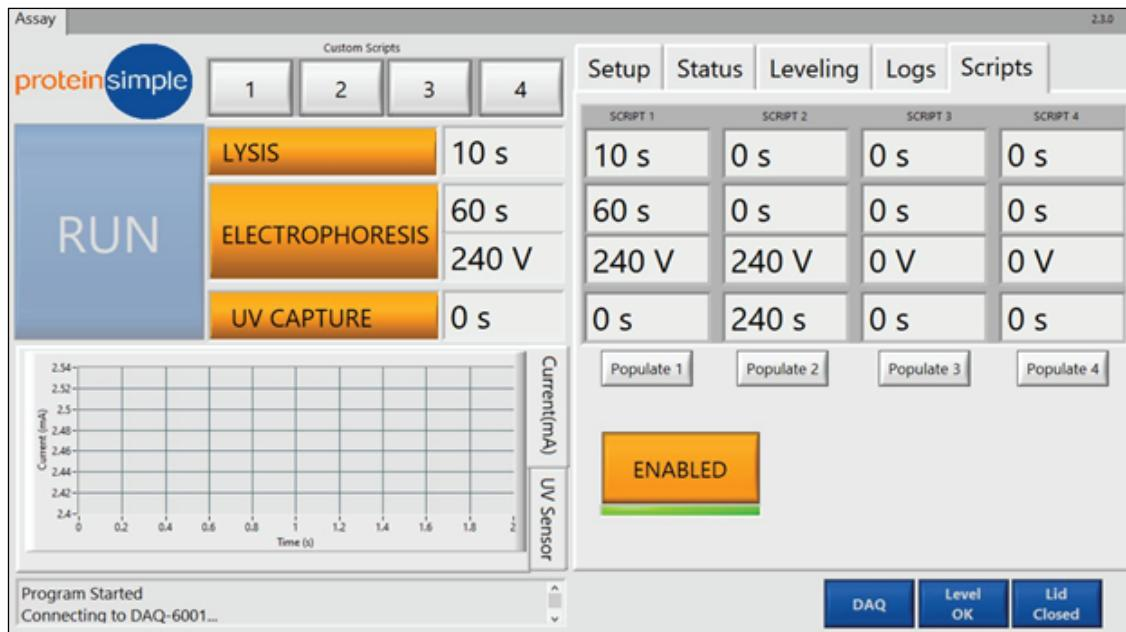

图 1. Milo 全新控制软件让用户可以创建多达 4 个自定义脚本。在裂解和电泳之后，紫外捕获之前加入信号增强剂。图中显示的脚本 1 和 2 可以串联使用，以便于在电泳和裂解之后，紫外捕获之前进行溶液置换。
- 如 图 1 所示，在 Milo 上创建两个脚本，一个仅用于裂解/电泳，另一个仅用于紫外捕获。
- 如果您想运行新程序，请在 **Scripts** 选项中按下 **Disabled** 按钮，它将会变成 **Enabled**，并且 **Run** 设置上方会出现 4 个按钮（图 1）。
- 如果您想运行保存的程序，请按下对应数字的按钮来加载保存的程序。图 1 展示的是按下 1 后的程序设置。